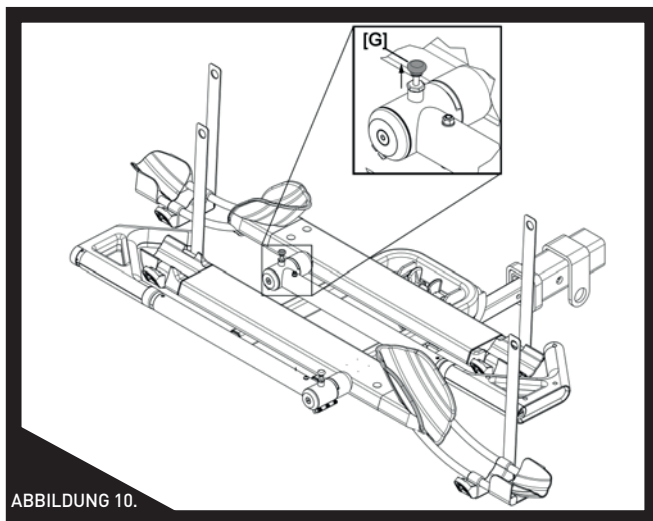

ABBILDUNG 10.
**SCHRITT 7:** Heben Sie den Fahrradhalterarm an, heben Sie den Zugstift [G] wie in Abb. 10 abgebildet an, während Sie den Fahrradhalterarm ganz in die volle vordere Position schwenken (Abb. 10a).